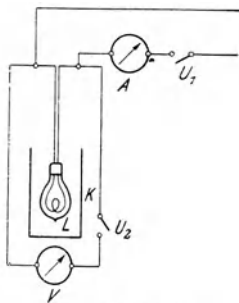

Fig. 166.
g) Spanne die Glühlampe  $L$  (Fig. 166) in ein Gestell ein, tauche sie in die Flüssigkeit und verbinde ihre Drähte mit einem Strommesser  $A$ , einem Ausschalter  $U_1$  und der Starkstromleitung. Lege den Spannungsmesser  $V$  nebst Ausschalter  $U_2$  zur Lampe in Nebenschluß.